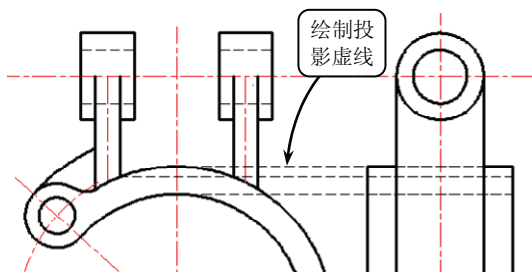

图 3-71 绘制三条投影虚线
⑲ 切换【虚线】图层为当前层，利用【直线】工具根据视图的投影规律，并结合主视图上的相关点，向左视图绘制三条投影虚线，效果如图 3-71 所示。